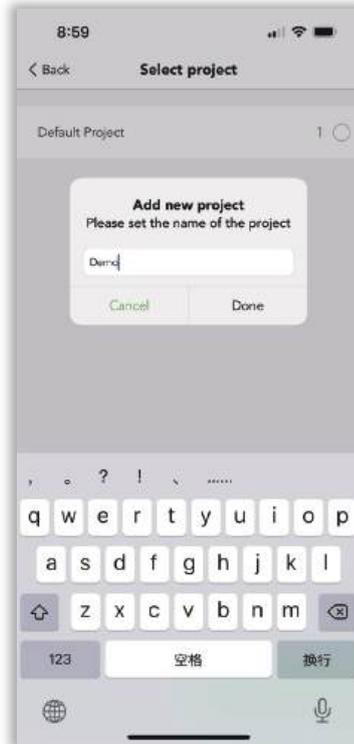

Abbildung 3.2 Seite Zone
2. Legen Sie ein Projekt an und benennen Sie es, z. B. "Demo" (siehe Abbildung 3.2).